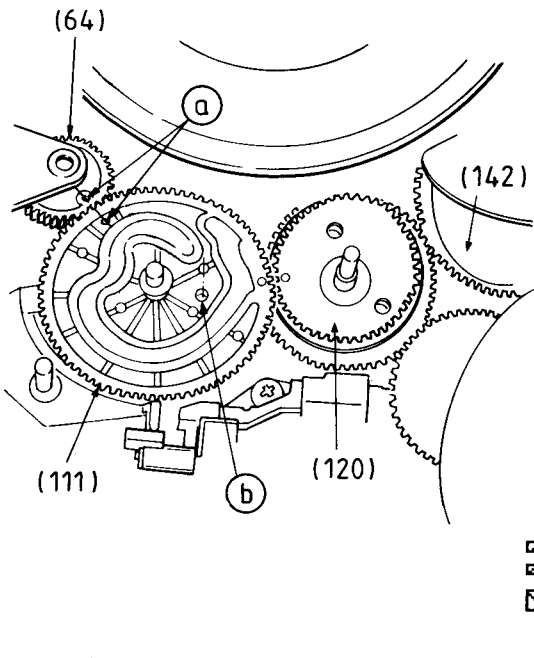

Fig. 50
- Untersetzungszahnrad (64) von der Oberseite des Laufwerks einsetzen (Fig. 50).
- Fit the Reduction Toothed Gear (64) from the top of the mechanics (Fig. 50)